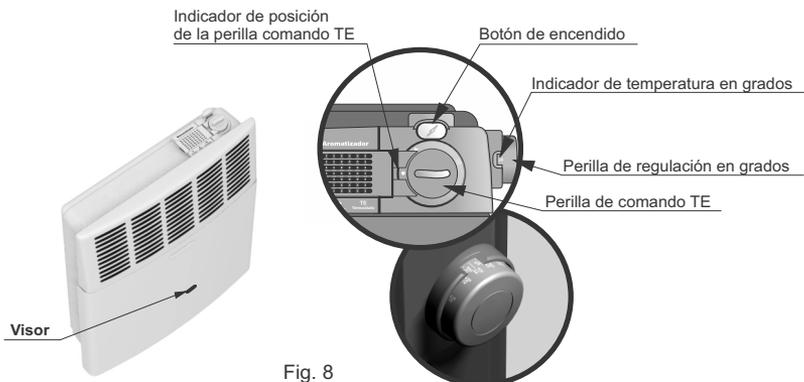

Fig. 8
Con la **Perilla de Comando TE** (fig. 8), ubicada en la parte superior derecha del calefactor, se realizan las operaciones básicas para el manejo del calefactor, por ejemplo, para el **Apagado Total**, para el **Encendido del Piloto** y para poner en **Termostato (TE)**.
Con la **Perilla de Regulación en Grados** (fig. 8), ubicada en el lateral derecho del calefactor, se elige la temperatura deseada para el ambiente.
- Presione a fondo la **Perilla de Comando TE** (Fig. 8) en la posición ●(Cerrado) y gírela hasta que el símbolo ★(Piloto) quede alineado con el indicador de posición (Fig. 8).
- Presione a fondo la **Perilla de Comando TE** y, manteniéndola oprimida, pulse el **Botón del Encendido** (Fig. 8).
- Observe por el **Visor** (Fig. 8) del gabinete para verificar si el piloto ha encendido. Si no lo ha hecho, repita esta operación hasta lograrlo.
Para colocar la **Perilla de Regulación en Grados** (Fig. 8) en la temperatura elegida, es conveniente, primero girarla hasta la posición de temperatura máxima (32 °C) y, a continuación, retroceder hasta la posición de la temperatura deseada.